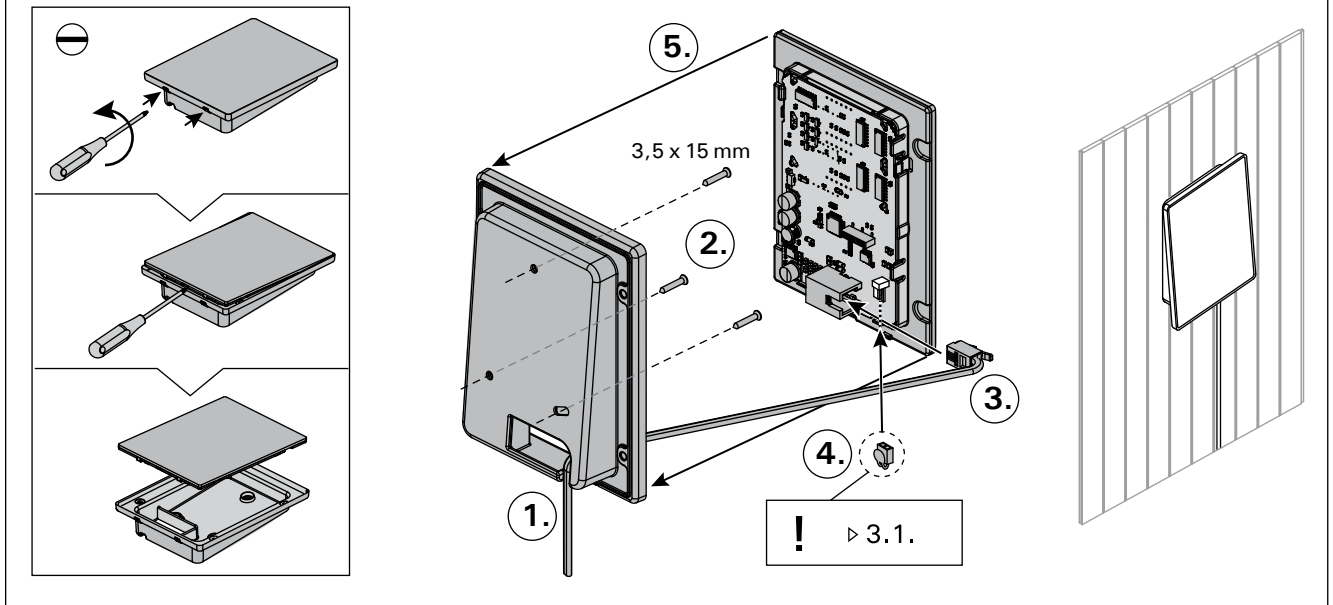

Рисунок 9. Установка панели управления
- Вариант А: Подключите датчик внутренней температуры к разъему внутри панели управления (см. рис. 9) Закрепите панель управления внутри инфракрасной кабины на высоте не менее 1 м
Установка панели управления производится внутри или вне кабины, в сухом легкодоступном месте с температурой окружающего воздуха  $>0\text{ }^{\circ}\text{C}$ . Рисунок 9.